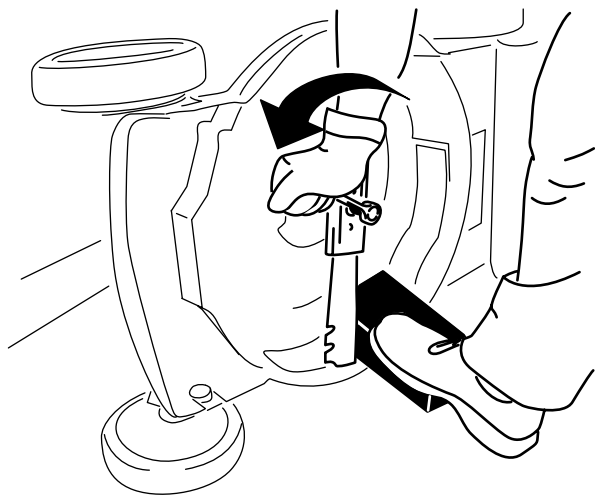

Рисунок 26
3. Используйте деревянную подкладку для неподвижного удерживания ножа (Рисунок 26).
4. Снимите нож, сохранив все крепежные детали (Рисунок 26).